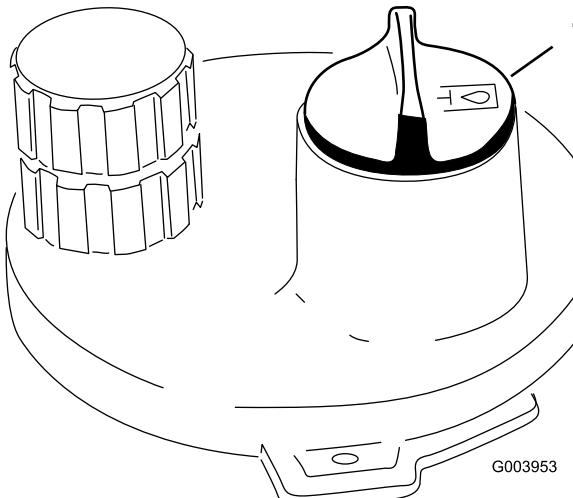

Figure 36
3. Nettoyez la surface autour du goulot de remplissage et du bouchon du réservoir hydraulique (Figure 36). Enlevez le bouchon du goulot de remplissage.